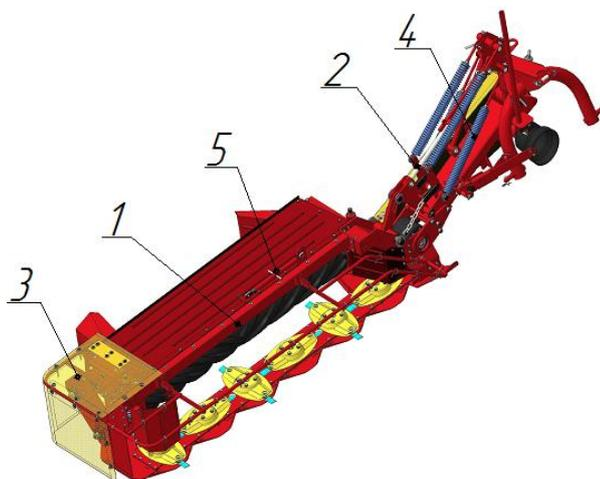

Рис.1 Общий вид косилки плющилки.
Косилка плющилка (рис.1) состоит из аппарата режуще-плющильного (1), гидрооборудования (2), тента (3), навески косилки (4) и тяги транспортной (5).
смещается по направляющей 2 до упора 1. При этом рабочие органы косилки разворачиваются назад по ходу движения, относительно опоры поворотной 21 (рис.1), обходя препятствие.